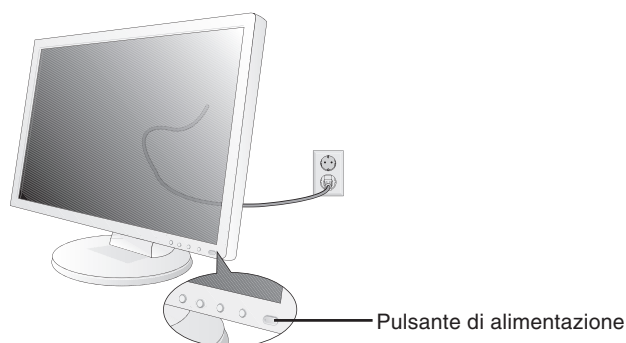

Figura C.1
6. Accendere il monitor con il pulsante di alimentazione frontale e il computer (**Figura C.1**).